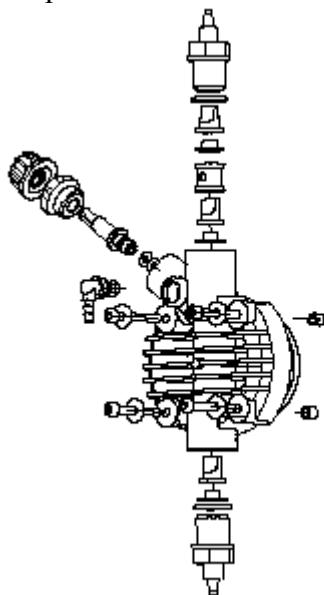

Fig. 10
2. Revise el funcionamiento de la bomba al menos cada 6 meses, así como la posición de los tornillos y de las juntas de impermeabilización. El control debe ser efectuado con más frecuencia en líquidos agresivos, prestando especial atención en la concentración de aditivo en la instalación. Su reducción podría ser debida al desgaste de las válvulas (en tal caso se deben sustituir siguiendo los pasos de la Fig.10) o al atasco del filtro, que se debe limpiar como se indica en el punto 3.
También se puede efectuar esta operación de la forma siguiente: una vez la bomba está desconectada de la instalación, sujete la bomba boca abajo por unos pocos segundos (15-30) sin que los tubos estén conectados a los empalmes. Si resulta imposible, desmontar y volver a montar el cuerpo de la bomba (Fig.10) utilizando los cuatro tornillos de fijación.